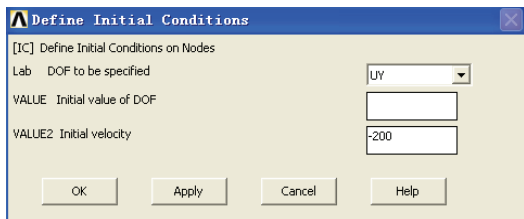

图 5-207 定义初始速度对话框
3) 选择 Main Menu | Solution | Define Loads | Apply | Initial Condit'n | Define 命令, 出现 Define Initial C 拾取菜单, 单击 Pick All 按钮, 出现 Define Initial Conditions 对话框, 在 VALUE2 Initial velocity 输入栏中输入 -200, 如图 5-207 所示, 单击 OK 按钮关闭该对话框。